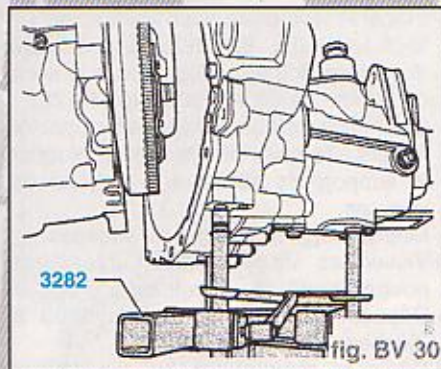

fig. BV 30
- Abaisser légèrement la boîte de vitesses et la faire pencher vers la gauche avec les broches du support de boîte 3282 (fig. BV 30).